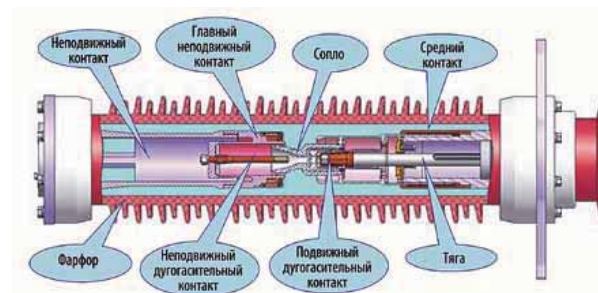

Рис. 5.1 Выключатель LW36-126
5.1 Выключатель (см. рис. 5.1, 5.2) имеет три полюса. Каждый полюс состоит из прерывателя, опорно-изолятора, изолирующей штанги и т.д. В прерывателе использован принцип гашения дуги расширившимся газом, при котором горячий газ поступает в камеру теплового расширения, образуя газ высокого напряжения при использовании энергии дуги при отключении высокого тока. Когда ток, превышающий ноль, выдувает дугу, из камеры теплового расширения быстро выходит горячий газ. При отключении малого тока газ, сжатый в компрессионной камере, гасит дугу. Прерыватель каждого полюса содержит абсорбент для поглощения влаги. Выключатель снабжен пружинным приводом с моторизованным взводом. Корпус привода установлен на бетонном фундаменте, в верхней части корпуса привода располагается дугогасительная камера.